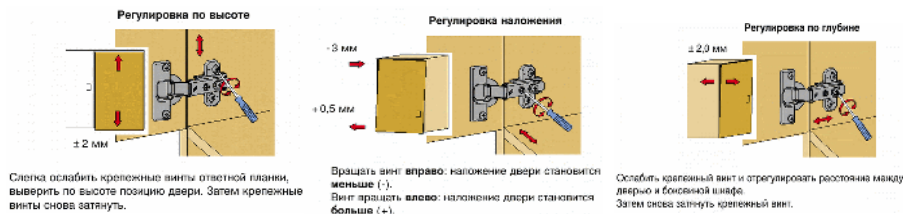

Рис.3 Схема регулировки петель
9. Установить фасады №18,19 на петли(И) при помощи саморезов (К) и евроинтов (Н), и отрегулировать их (см. рис. 3);